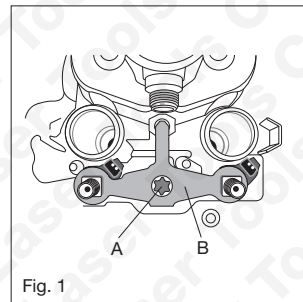

Fig. 1
1. Se reporter à la Figure 1 : Desserrer tout d'abord le vis d'arrêt **A**.